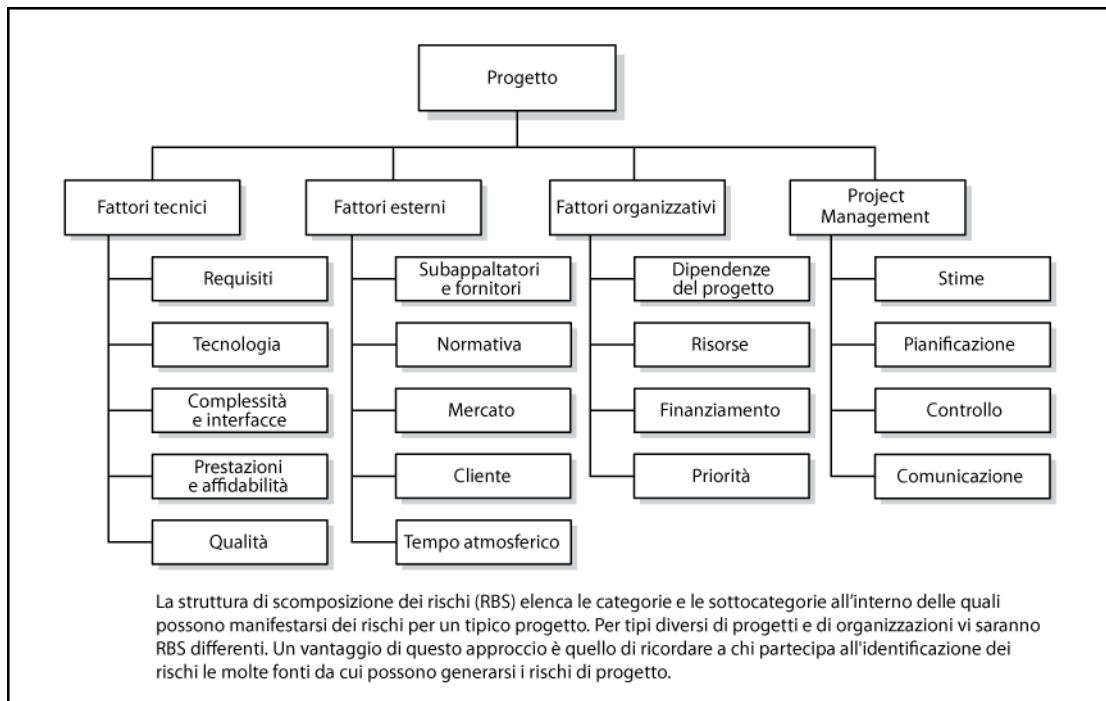

Figura 11-4. Esempio di una struttura di scomposizione dei rischi (RBS)
- **Categorie di rischio.** Fornisce una struttura che assicura un processo completo di identificazione sistematica dei rischi a un livello omogeneo di dettaglio e contribuisce all'efficacia e alla qualità del processo. Identificare i rischi. Un'organizzazione può utilizzare uno schema di classificazione dei rischi già preparato in precedenza, che può assumere la forma di un semplice elenco di categorie o quella di una struttura di scomposizione dei rischi (RBS). La RBS è una rappresentazione gerarchica dei rischi di progetto individuati, organizzati in base a categorie e sottocategorie di rischio. La RBS mette in evidenza le varie aree e le cause di potenziali rischi. Un esempio di RBS è mostrato nella Figura 11-4.